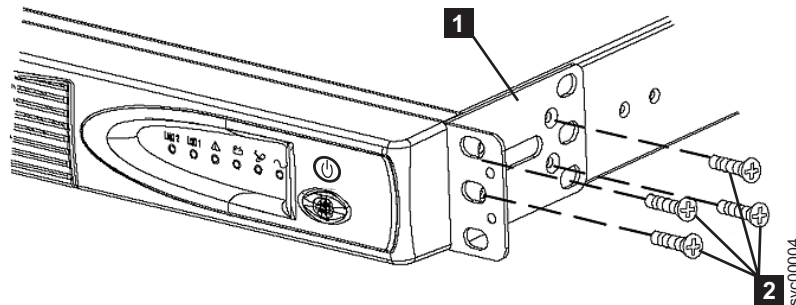

図 243. 2145 UPS-1U 用サポート・レールのラックへの取り付け
3. 図 243 に示されるように、取り付けブラケットごとに 4 つの M3 × 6 ねじ **2** を使用して、取り付けブラケット **2** の長い側を 2145 UPS-1U の各側面に取り付けます。